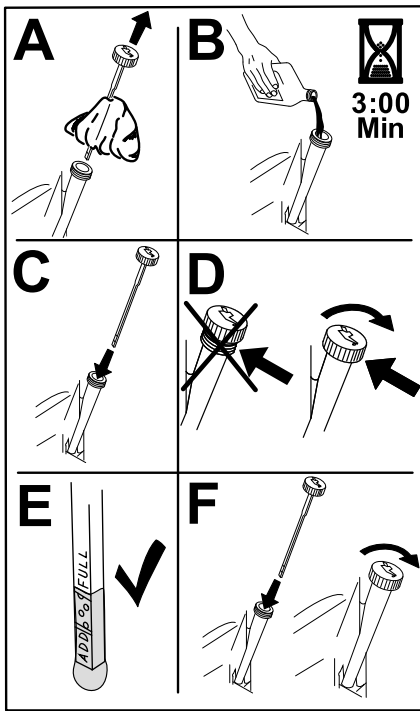

Bild 43
5. Gießen Sie langsam ungefähr 80 % der angegebenen Ölart in den Einfüllstutzen und füllen Sie dann vorsichtig mehr Öl ein, um den Ölstand an die Voll-Markierung zu bringen (Bild 43).